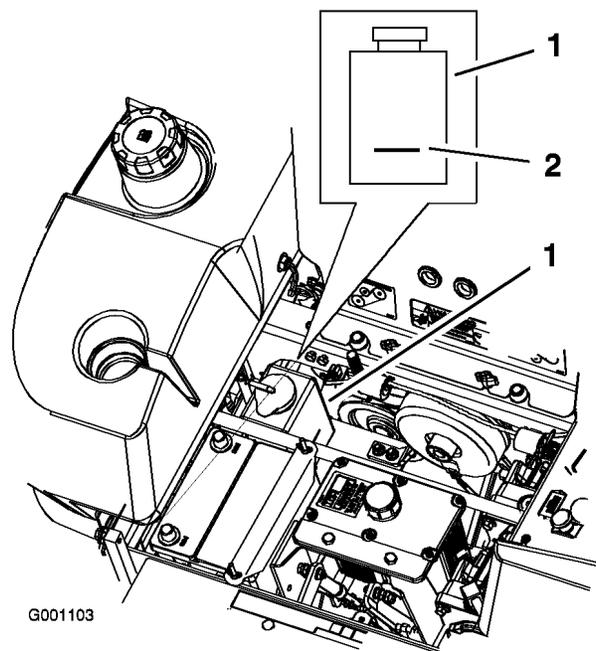

Figure 53
3. Lorsque le moteur est froid, vérifiez le niveau de liquide dans le vase d'expansion. Le liquide doit atteindre la bosse à l'extérieur du vase d'expansion (Figure 53).
4. Si le niveau de liquide est insuffisant, versez un mélange 50/50 d'antigel longue durée/Dex-Cool® et d'eau dans le vase d'expansion (Figure 53).
5. Versez une quantité suffisante de mélange 50/50 dans le vase d'expansion pour atteindre le trait de repère (Figure 53).